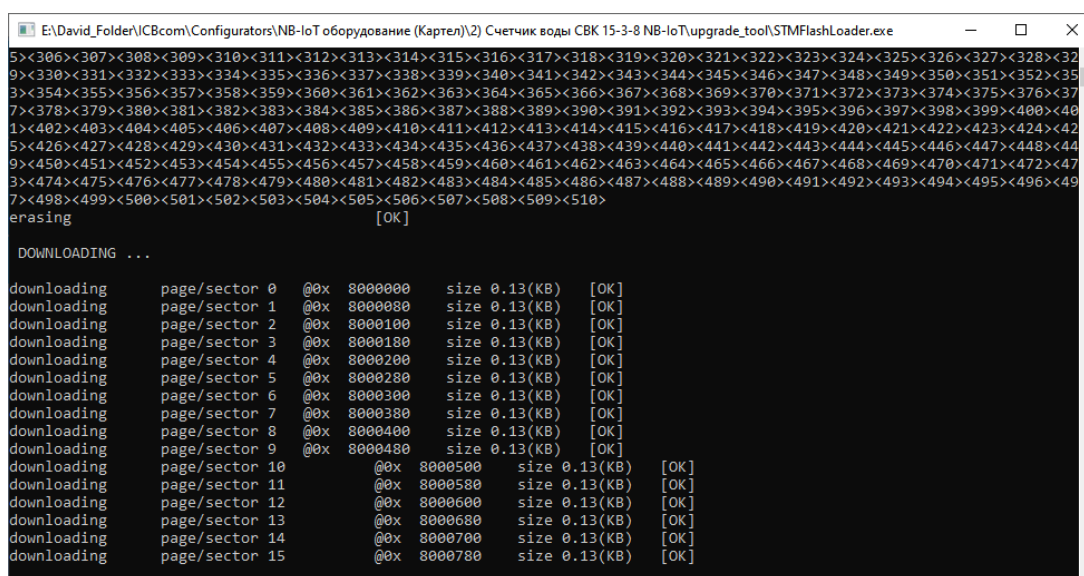

Рисунок 16 – Процесс загрузки ПО.
7.5.7 При нажатии «ОК» запустится программа для загрузки ПО во флэш-память устройства (Рисунок 16):